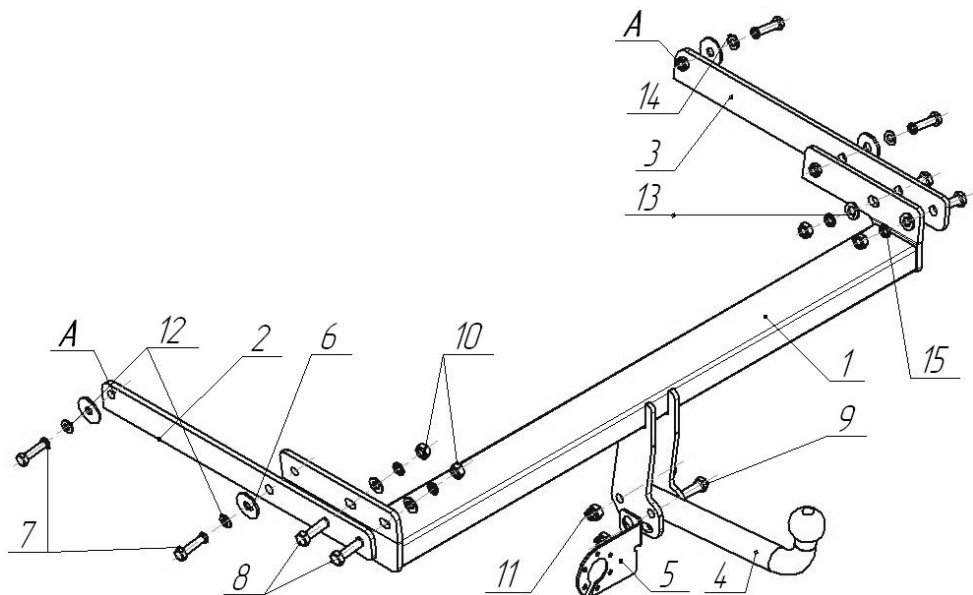

Рис.1 Установка на автомобиль
- Вставить кронштейны поз.2,3 (Рис.1) во внутренние полости лонжеронов автомобиля и закрепить их крепежными элементами поз.6,7,12,14 через отверстия «А» (крепеж не затягивать!);